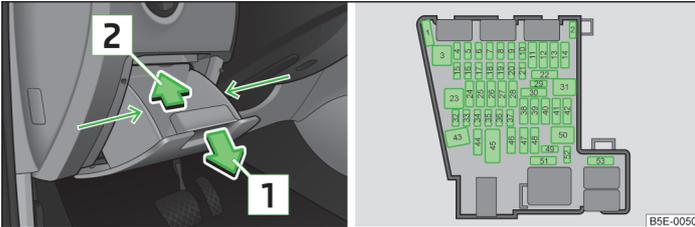

Abb. 171 Ablagefach in der Schalttafel / schematische Darstellung des Sicherungskastens
- Das Ablagefach seitlich im Bereich der Pfeile fassen » Abb. 171.